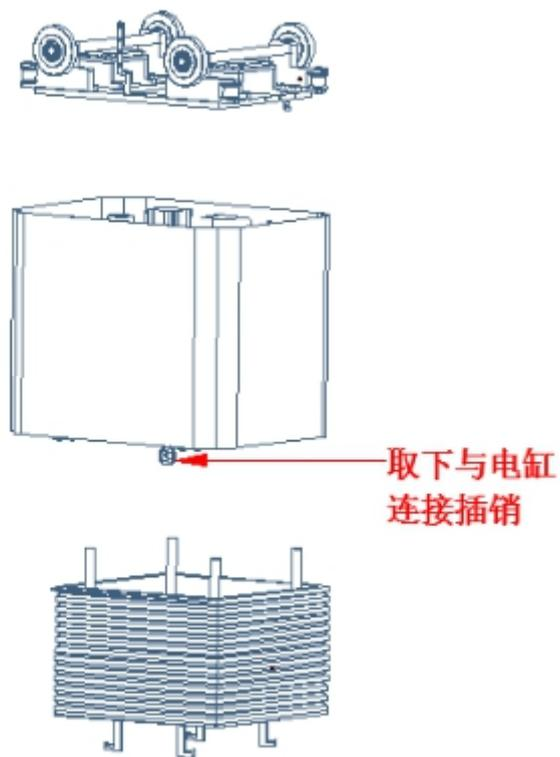

图 7-4
c) 四位工作人员拖住升降板四边（见图 7-4），另一个人取下与电缸连接的插销（见图 7-4），将升降板缓慢的往下放，然后搬运放到收纳箱上，确保四个钩爪处于悬空状态。